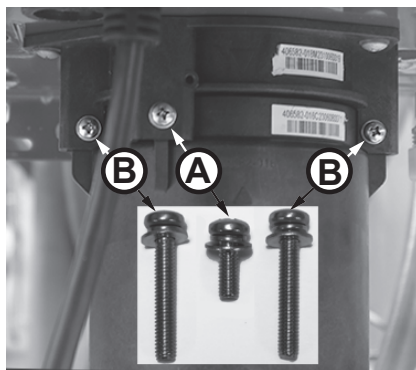

Figura 183 - Identifique los tornillos del cartucho
- 6 Ubique los tres (3) tornillos que fijan el cartucho X3®/de derivación como se muestra en la Figura 183. Retire el tornillo M4-12 mm (A) y los dos tornillos M4-25 mm (B) del cartucho. Deje los tornillos a un lado en un lugar seguro para volver a instalarlos.